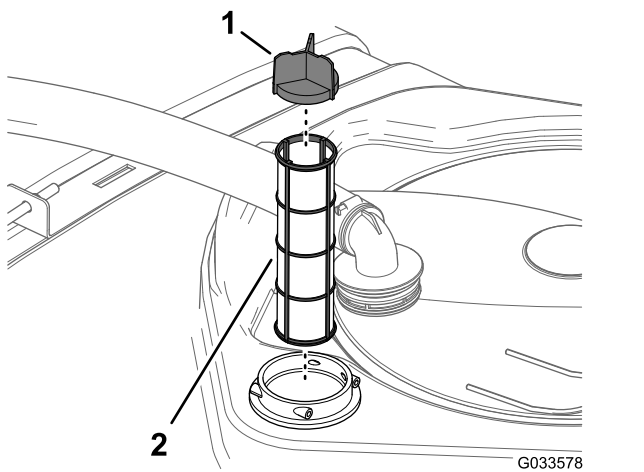

**Рисунок 101**
2. В верхней части бака опрыскивателя снимите держатель, который крепит шланговый штуцер, подсоединенный к большому шлангу, идущему от корпуса фильтра (Рисунок 101).
3. Отсоедините шланг и шланговый штуцер от корпуса фильтра (Рисунок 101).